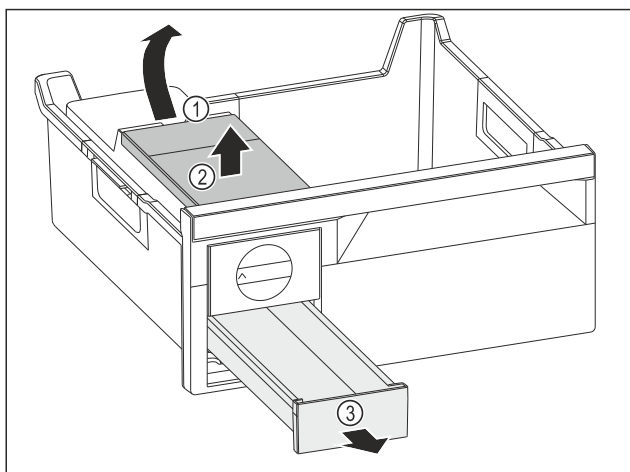

Fig. 116
- Вийняти бак для води: підняти бак для води за заглиблення Fig. 116 (1).
- Вийняти бак для води Fig. 116 (2) рухом вгору.
- Вийняти висувний ящик для кубиків льоду Fig. 116 (3) рухом вперед.